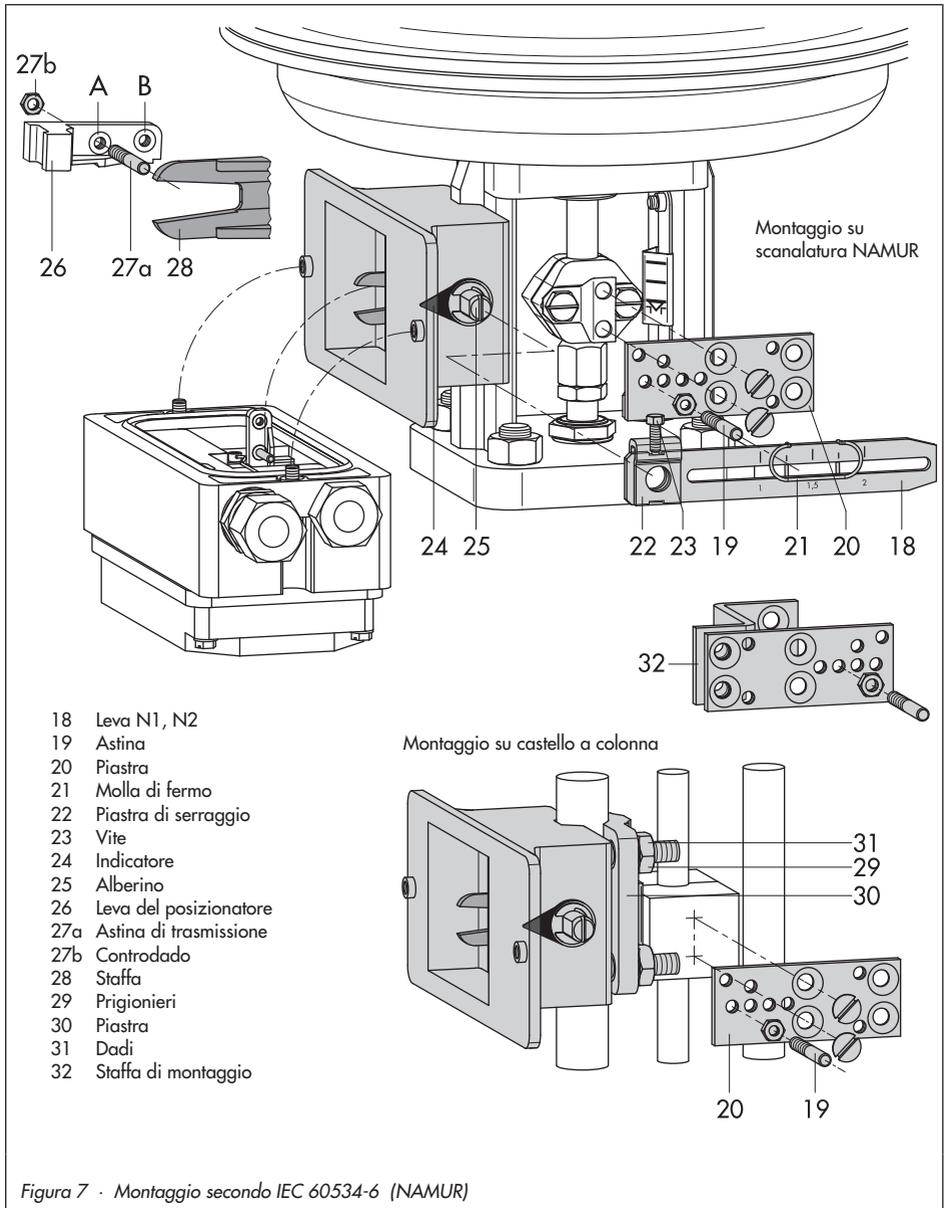

Figura 7 · Montaggio secondo IEC 60534-6 (NAMUR)
Il montaggio viene eseguito tramite una custodia di adattamento montata sul castello della valvola (figura 7). La corsa della valvola viene trasmessa tramite la leva (18) e l'alberino (25) alla staffa (28) della custodia di adattamento e all'astina di trasmissione (27a) sulla leva del posizionatore.
Posizione di montaggio: vista sulla piastra per l'accoppiamento della corsa, attuttore rivolto verso l'alto (vd. anche figura 7)
Scegliere le parti di montaggio e la molla di misurazione in base alla tabella 4 o 5 e montarle come indicato nella figura 7 come segue:
2. Spostare l'alberino (25) sulla custodia di adattamento in modo tale che l'indicatore nero (24) coincida con la marcatura incisa sulla custodia di adattamento.
3. Fissare in questa posizione la piastra di serraggio (22) con la vite (23).
4. Avvitare l'astina di trasmissione (27a) sul lato del dado a pressione sulla leva del posizionatore e fissarla sul lato opposto con un dado esagonale (27b) rispettando le posizioni di montaggio **A** o **B** indicate nella tabella 6 e nella figura 7.
5. Montare il posizionatore sulla custodia di adattamento e avvitare in modo tale che l'astina di trasmissione (27a) poggi sulla staffa (28).